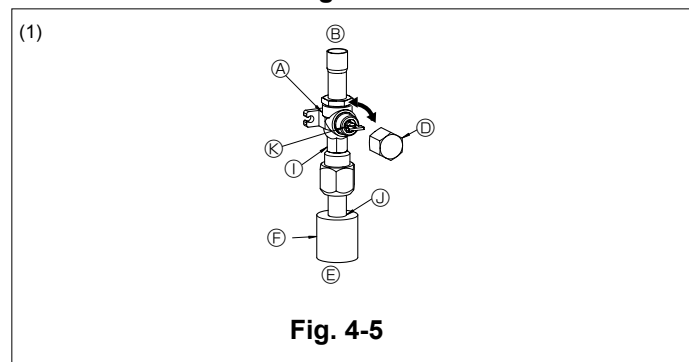

Fig. 4-5
- Asegúrese de que las válvulas de parada (A) (B) están cerradas y no las abra.
- Añada presión a las líneas de refrigerante a través del punto (C) para reparaciones de válvula de parada de líquido (D).
- Si la presión se reduce en los pasos (2) o (3), hay una fuga de gas. Busque el punto de fuga del gas.
- Lado del gas de A24-A42 (Fig. 4-5)